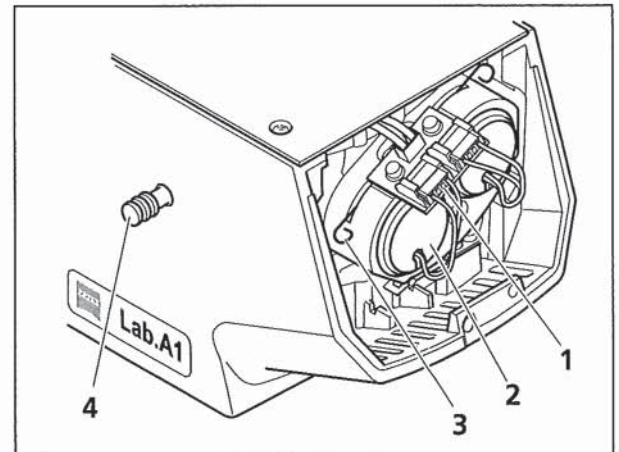
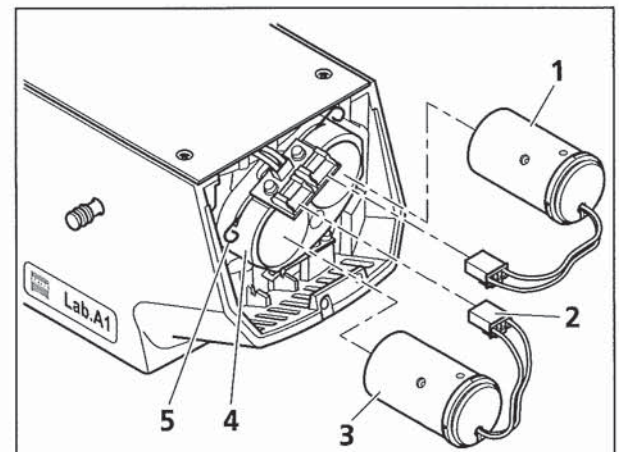

Bild 3-24 LED-Modul herausnehmen
Bild 3-25 LED-Modul einsetzen
- Mit Schubstange (Bild 3-24/4) die zu bestückende Position in die Mittelposition (Strahlengang) einschwenken.
- Stecker (Bild 3-24/1) des zu wechselnden LED-Moduls (Bild 3-24/2) aus der Anschlussbuchse ziehen, dabei den Rasthebel am Stecker drücken. Klemmbügel (Bild 3-24/3) der Modulhalterung nach oben drücken und LED-Modul (Bild 3-24/2) herausziehen.
- Klemmbügel (Bild 3-25/5) nach oben drücken und das einzusetzende LED-Modul (Bild 3-25/3) bis zum Anschlag in die LED-Halterung einschieben. Nach Loslassen des Klemmbügels fixiert dieser das LED-Modul in dessen Nut.
- Stecker (Bild 3-25/2) des LED-Moduls in die zugehörige Anschlussbuchse einstecken, bis dieser eingerastet ist.
- Mit Schubstange (Bild 3-24/4) die andere zu bestückende Position in den Strahlengang schwenken und das zweite LED-Modul (Bild 3-25/1) in analoger Weise einsetzen bzw. wechseln.